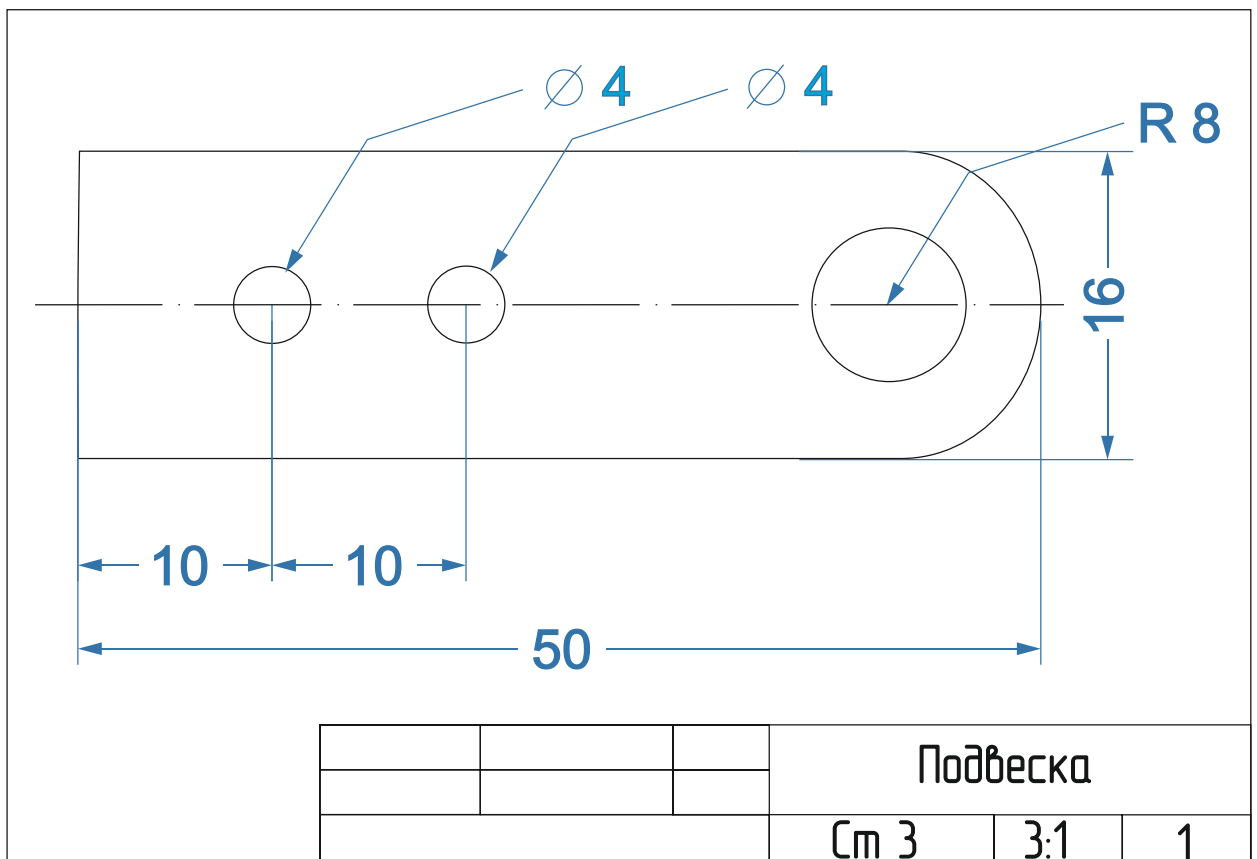

Рис. 1. Чертеж Подвеска
2. По чертежу изготовить деталь Подвеска (рис. 1).